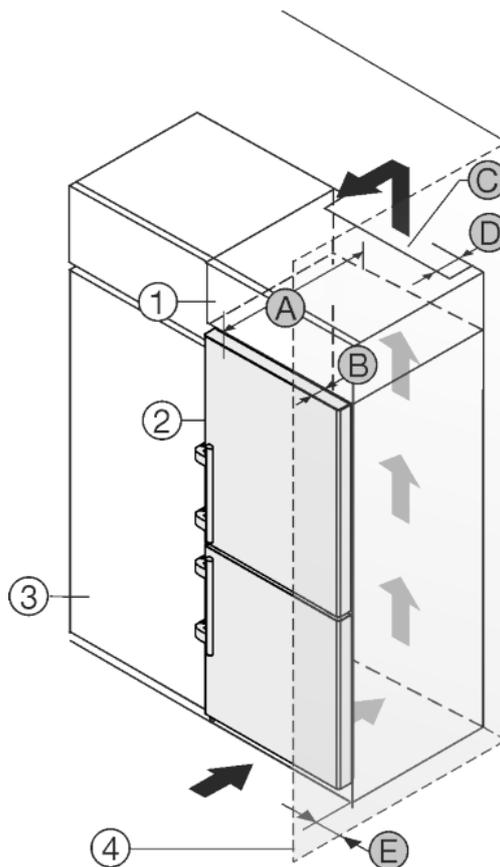

Fig. 12
Пристрій можна комбінувати з кухонними шафами. Для того, щоб пристрій *Fig. 12 (2)* вирівняти по висоті кухонної секції, на пристрій можна встановити антресольну секцію *Fig. 12 (1)*.
Пристрій можна встановлювати безпосередньо поряд з кухонною шафою *Fig. 12 (3)*. Для повного відкриття дверей пристрій повинен виступати на глибину *Fig. 12 (B)* відносно передньої панелі кухонної шафи. Залежно від глибини кухонних шаф та використання пристінних розпірок пристрій можна встановити так, щоб він виступав вперед.
- Задня сторона антресольної шафи повинна мати вентиляційний канал глибиною *Fig. 12 (D)* вздовж всієї ширини шафи.
- Під стелею приміщення слід дотримуватися поперечного перерізу вентиляційного відведення повітря *Fig. 12 (C)*.
Якщо пристрій з шарнірами встановлюється поряд зі стінкою *Fig. 12 (4)*, то між пристроєм та стінкою слід додержуватися відстані *Fig. 12 (E)*. Це відповідає виступу ручки при відкритих дверцятках.